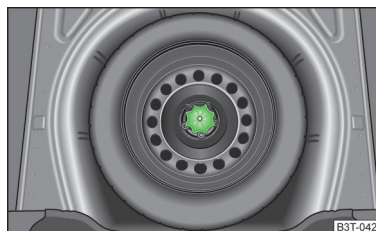

Abb. 176
Das Reserverad befindet sich in einer Mulde unter dem Bodenbelag im Gepäckraum und ist mit einer Spezialmutter befestigt » Abb. 176.
- Die Mutter » Abb. 176 entgegen dem Uhrzeigersinn herausschrauben.
- Die Mutter » Abb. 176 im Uhrzeigersinn einschrauben, bis das Rad sicher befestigt ist.